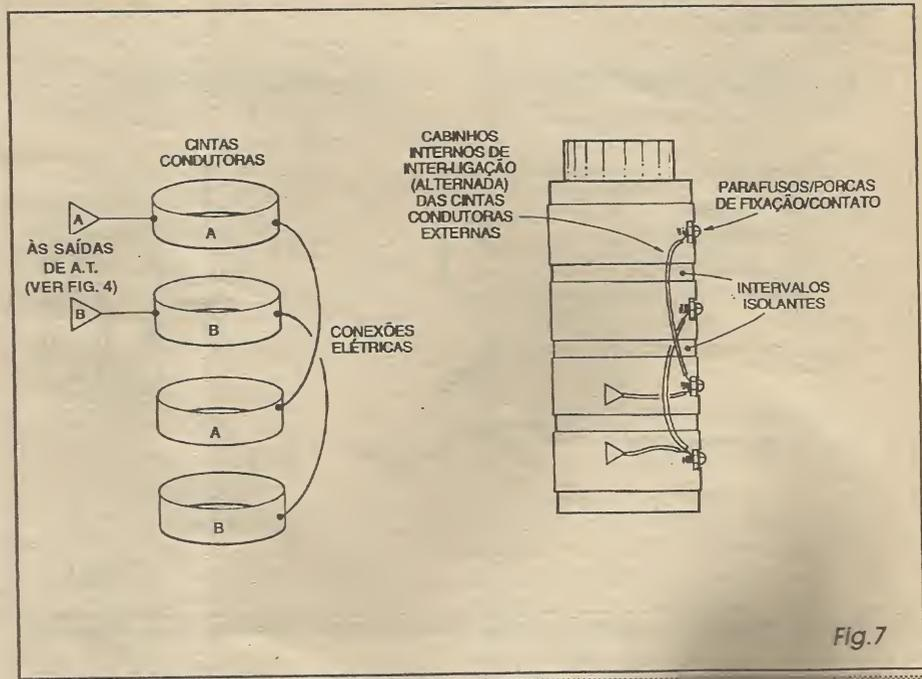

Fig. 7
- FIG. 7 - DETALHANDO AS SUPERFÍCIES DE CHOQUE E SUAS IDENTIFICAÇÕES E CONEXÕES - Para que tudo fique bem compreendido, os diagramas complementares da figura anterior, poderão ser consultados para identificar com precisão a localização de cada cinta condutora, suas denominações e conexões ao cir-